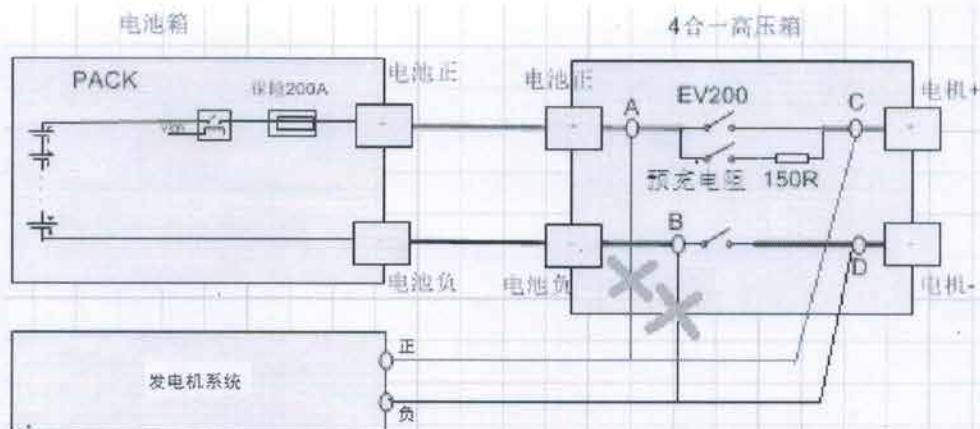

图 4：高压直流动力线束连接示意图
- ◆ 高压接线时，首先确定高压配电箱中驱动电机动力线的接入点。将发电机高压直流输出正负极端子分别连接至高压配电箱中驱动电机直流正负极接线柱上（接到预充回路的后面，确保预充电功能，如下图 4 所示）；发电机控制器自身不带预充电路。如客户端用于无动力电池场景，则不需要预充电路。